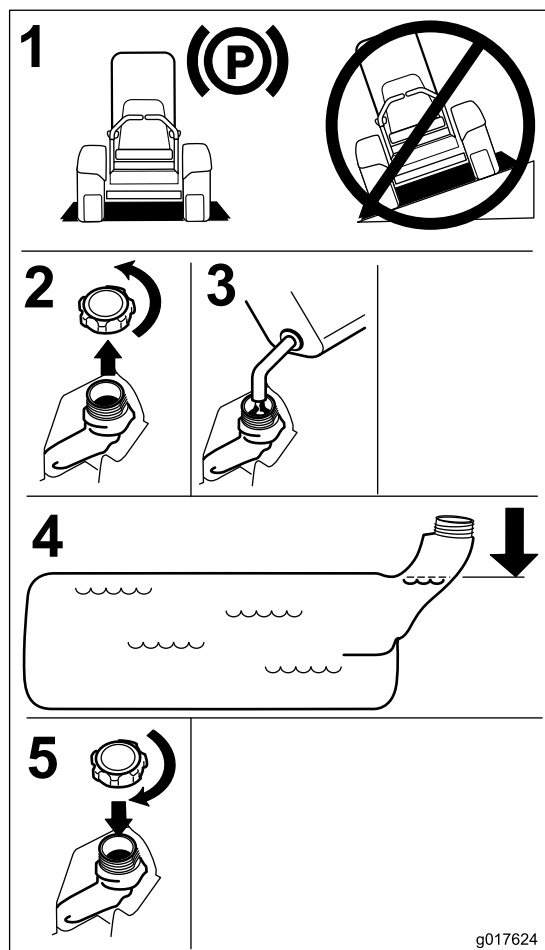

Figura 6
4. Riempite il serbatoio fino alla base del collo del bocchettone. Accertatevi che nel serbatoio vi sia sufficiente spazio vuoto per contenere l'espansione del carburante (Figura 6).